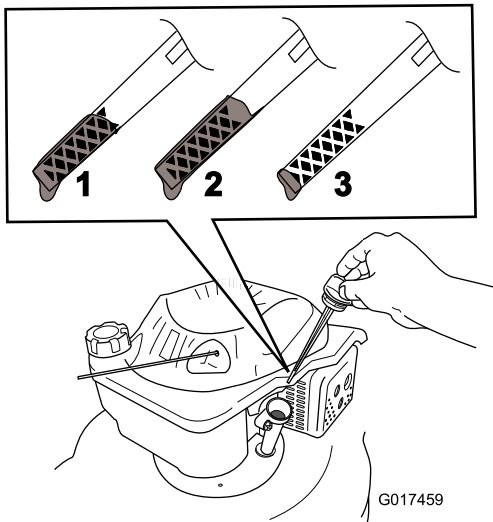

Figure 7
2. Retirez la jauge (Figure 7).
3. Versez **lentement** l'huile par l'orifice de remplissage, attendez quelques minutes puis vérifiez le niveau d'huile sur la jauge, en l'essuyant sur un chiffon propre et en l'insérant dans l'orifice, **mais sans visser** le bouchon (Figure 7).
**Remarque:** Versez de l'huile dans le carter moteur jusqu'à ce que la jauge indique le niveau correct, comme illustré à la Figure 7. Si vous remplissez excessivement le carter moteur, vidangez l'excédent d'huile comme expliqué à la section Vidange et remplacement de l'huile moteur.